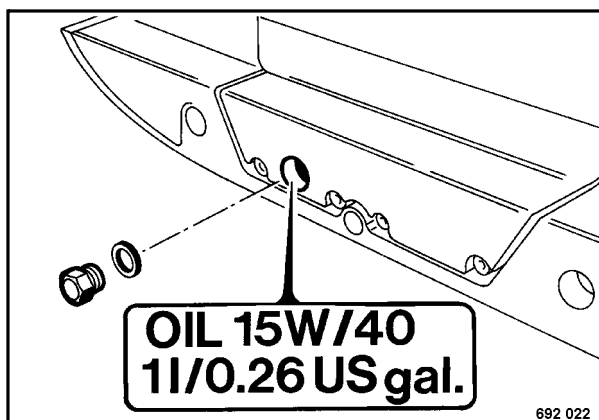

Fig. 4
- Desenroscar el tapón de control (Fig. 4).